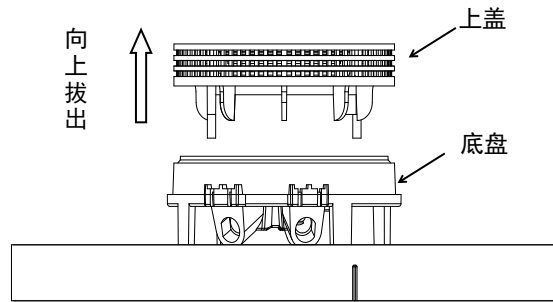

图 4：探测器烟雾检测室示意图
(6). 打开探测器的外壳, 把黑色的烟雾检测室的上盖拆下 (向上拔出) 用水清洗干净并烘干 (见图 4)。